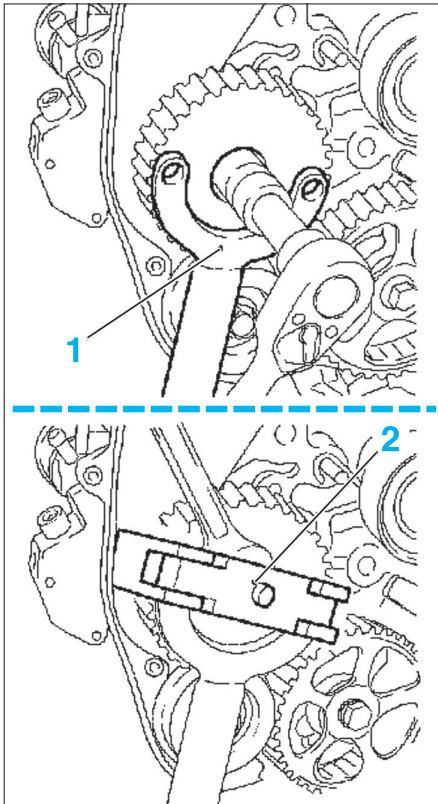

FIG. 24
- Débloquer l'écrou de la roue dentée de pompe haute pression à l'aide d'une clé à ergot (1) (fig. 24).
- Extraire la roue dentée de pompe haute pression à l'aide d'un extracteur adapté ou de l'outil (2) Opel (ref. : KM-6355)
- Mettre en place la rondelle élastique et serrer la roue dentée au couple en la maintenant avec une clé à ergots (fig. 24).